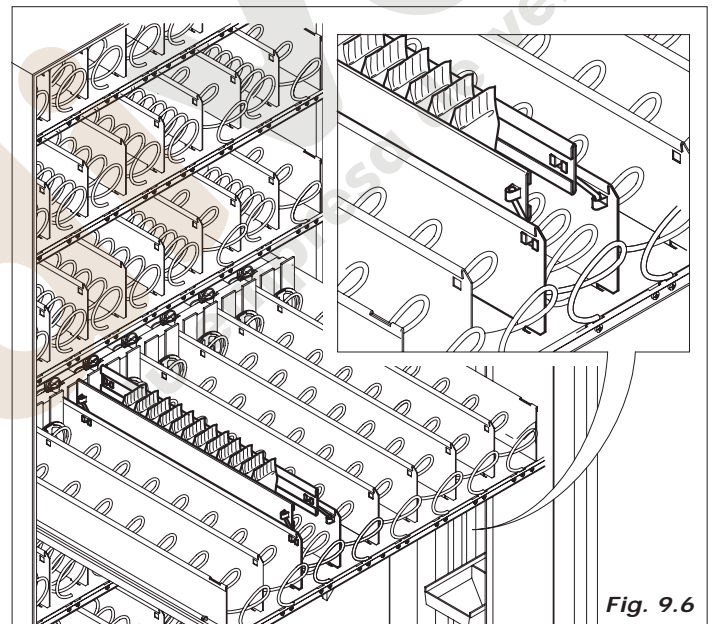

Fig. 9.6
- es posible introducir guías paralelamente a los espirales para los productos angostos y altos (véase fig.9.6 ) con la finalidad de reducir el espacio entre el producto y las paredes del compartimento.